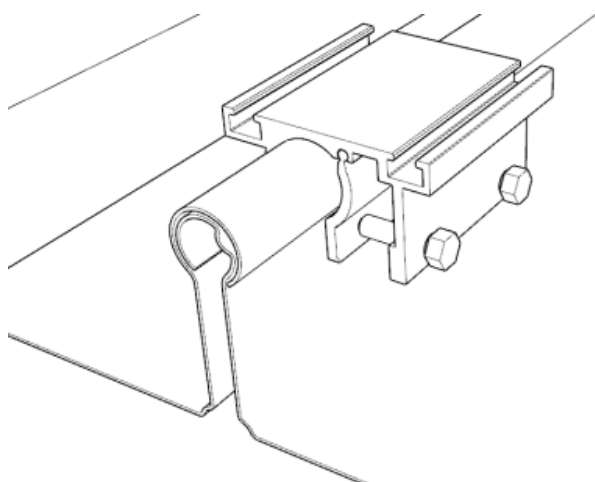
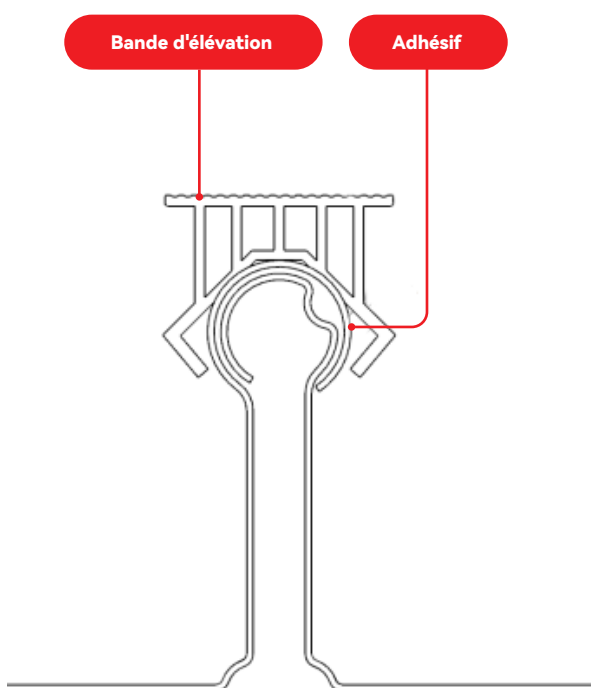

FIGURE 25
FIGURE 26
② Installer le crochet sur la nervure ronde en fonction de la position de la ligne d'arrêt, et utiliser le boulon hexagonal pour verrouiller le crochet pour l'installation (Figure 25), le résultat global de l'installation est le suivant (Figure 26).